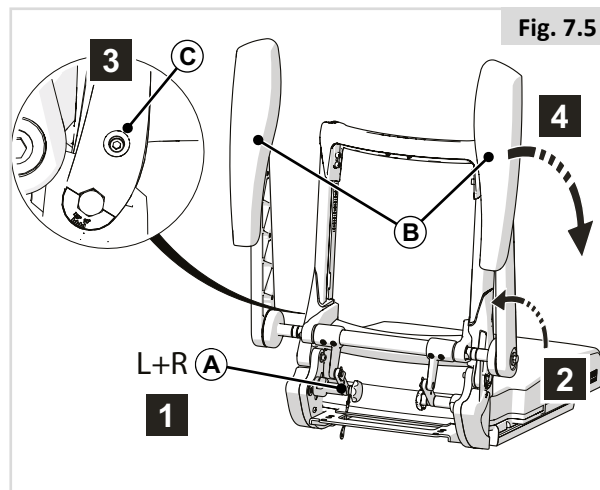

Fig. 7.5
7.4 Levantar o encosto com os apoios de braços reclináveis (Fig. 7.5)